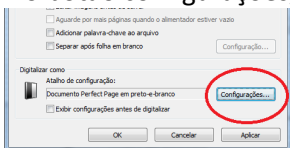

Figura A03: Tela Opções
a. Clicar no botão configurações, conforme figura A03;